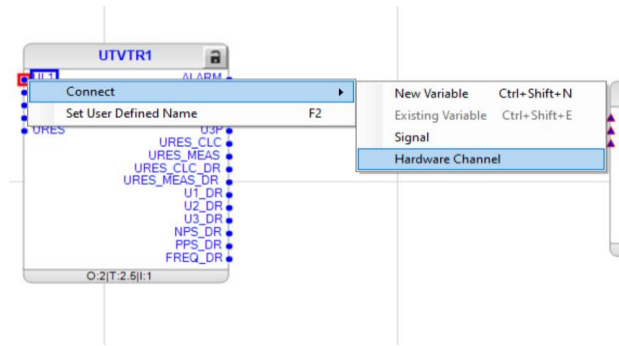

Imagen 47_Conexión de canal a la entrada UL1 del bloque UTVTR1.
2.1.9 En el bloque de voltaje vamos a hacer las siguientes conexiones para las entradas del bloque, seleccionado “UL1” con clic derecho, se desplegarán varios recuadros como se muestra en la **Imagen 47**, posteriormente seleccionamos “Connect - Hardware Channel”.